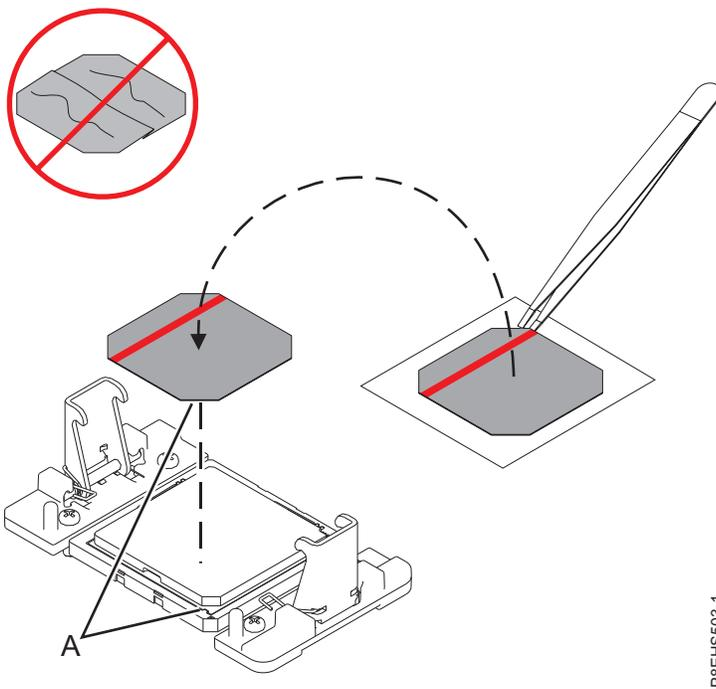

Figura 104. Instalando o TIM de cor prata no processador. A faixa vermelha deve estar para cima.
- c. Usando as pinças, remova o TIM da faixa portadora e centralize-o no módulo de processador do sistema. O TIM de cor prata deve ter a faixa vermelha para cima. Alinhe as bordas chanfradas do TIM de cor prata e o módulo de processador do sistema (A), conforme mostrado em Figura 104.